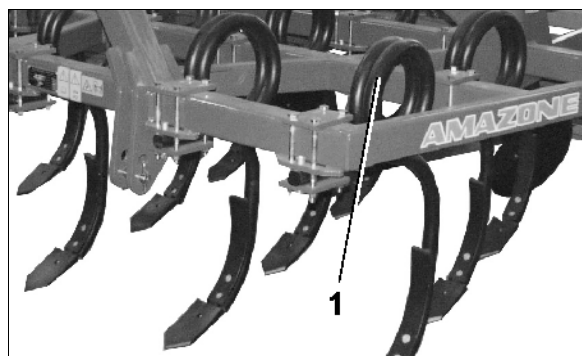

Fig. 12
- **Ronde veerstalen tanden (Fig. 12/1)**